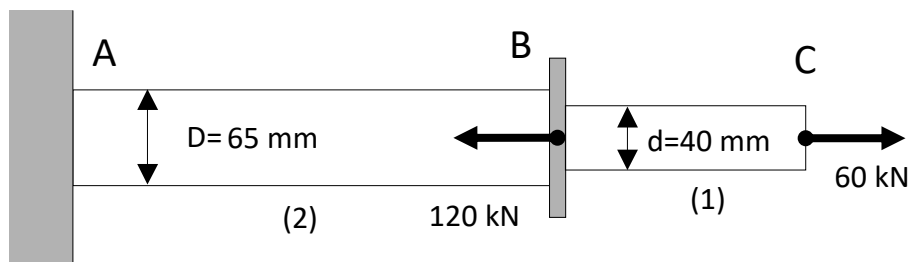

Figura 2.3
2.1.3 Duas barras cilíndricas maciças são soldadas no ponto B, como mostra a Figura 2.3. Determine a tensão normal no ponto médio de cada barra.